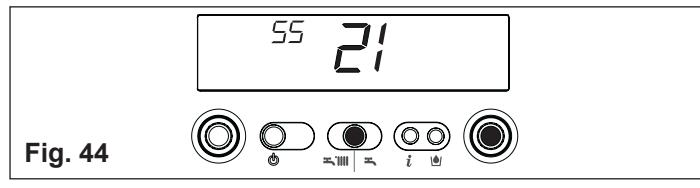

Fig. 44
- confirmez la nouvelle valeur configurée avec la touche ENTER. Les chiffres cessent de clignoter (fig. 44)